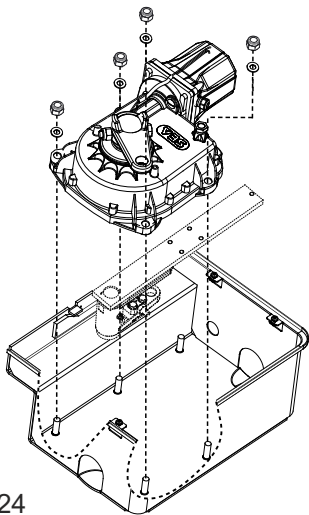

Fig. 24
5.1. Positionner l'opérateur en correspondance des vis déjà préparées à l'intérieur du caisson; visser l'opérateur à l'aide des rondelles et des écrous fournis (Fig.21 ou Fig.24)